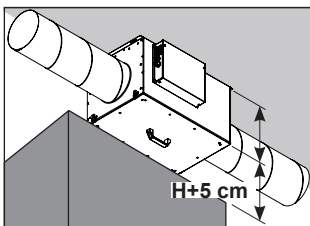

Fig. 5:
- L'installation doit être facilement accessible pour la maintenance et le nettoyage et être facile à démonter. Pour faciliter les travaux de maintenance (ex. remplacement du filtre), laisser un espace d'au moins la hauteur de l'appareil + 5 cm par rapport aux autres appareils, étagères ou armoires (voir fig. 5).